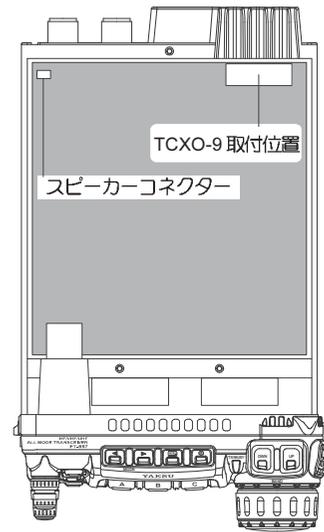

図2
3. 図2で示す位置が“TCXO-9”の取り付け位置ですが、すでに標準タイプ的水晶発振器(REF UNIT)が取り付けられていますので、“REF UNIT”を引き抜き、代わりに接続端子を曲げないように注意しながら“TCXO-9”を差し込みます。